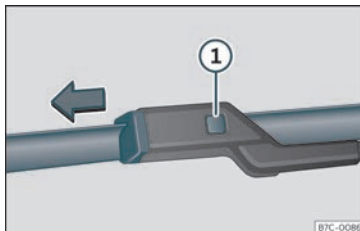

Fig. 38 Cambio das gomas do limpaparabrisas.
- Manteña premida a tecla de desbloqueo »» **fig. 38** ❶ puxando levemente da goma no sentido da frecha.